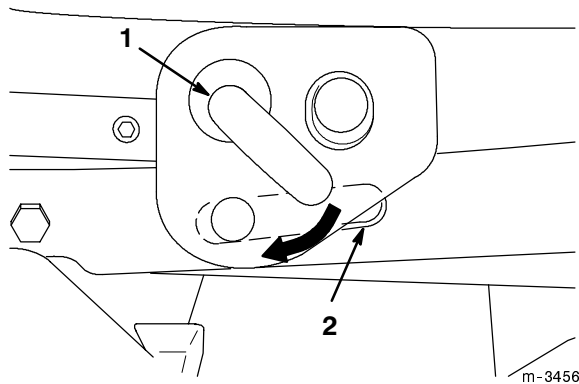

Figure 6
1. Fentes des bras de suspension (2) 3. Tige de réglage longitudinal
6. Abaisser complètement le bras de relevage d'accessoire et ajuster la position du plateau jusqu'à ce qu'il soit possible de tirer la tige coudée du bras de relevage pour la glisser dans la fente du bras de suspension de l'unité de coupe (Fig. 6).